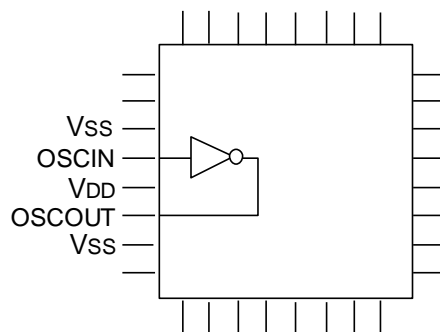

図 7-4 クリティカル信号配置例 2
- ② 発振回路の入出力端子（OSCIN、OSCOUT）はお互い近くに配置し、電源端子（ V_{DD} 、 V_{SS} ）で挟んで下さい。また、発振回路と同期する出力端子を近くに配置しないで下さい。（図 7-4）